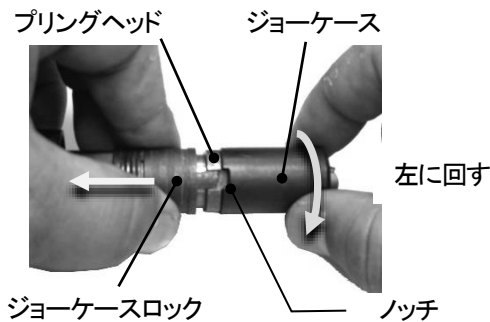

図 7-2
- 3) ジョーケースロックを手で解除し、ジョーケースをプリングヘッドから外します。(図 7-2)